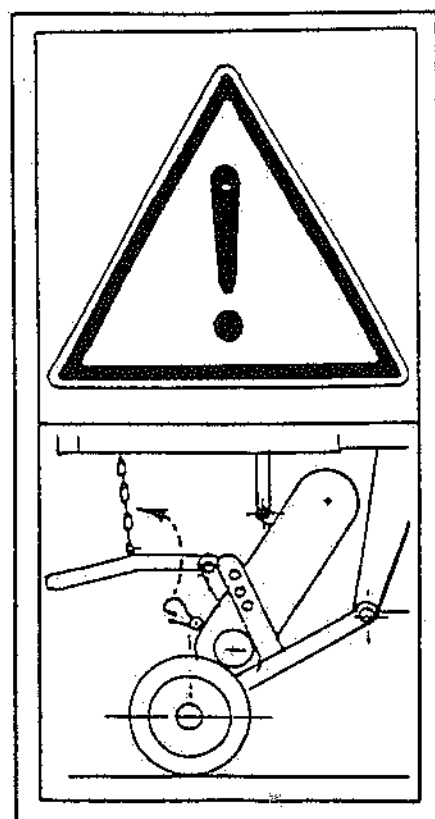

Fig. 11
16. Die Pick-up muß im Straßenverkehr gegen unbeabsichtigtes Absenken durch einen Karabinerhaken gesichert werden, siehe Abb. 11.